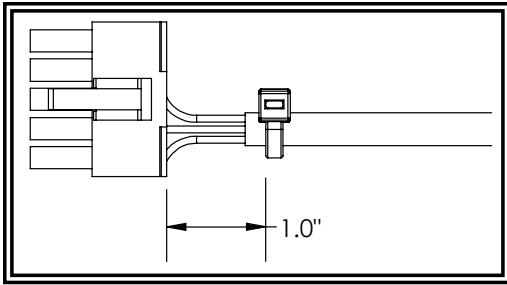

Figura 4
7. Coloque la abrazadera plástica de 2,5 cm (1 pulg.) desde la base de los conectores según se muestra en la figura 4. La abrazadera plástica no debe deslizarse sobre el cable.